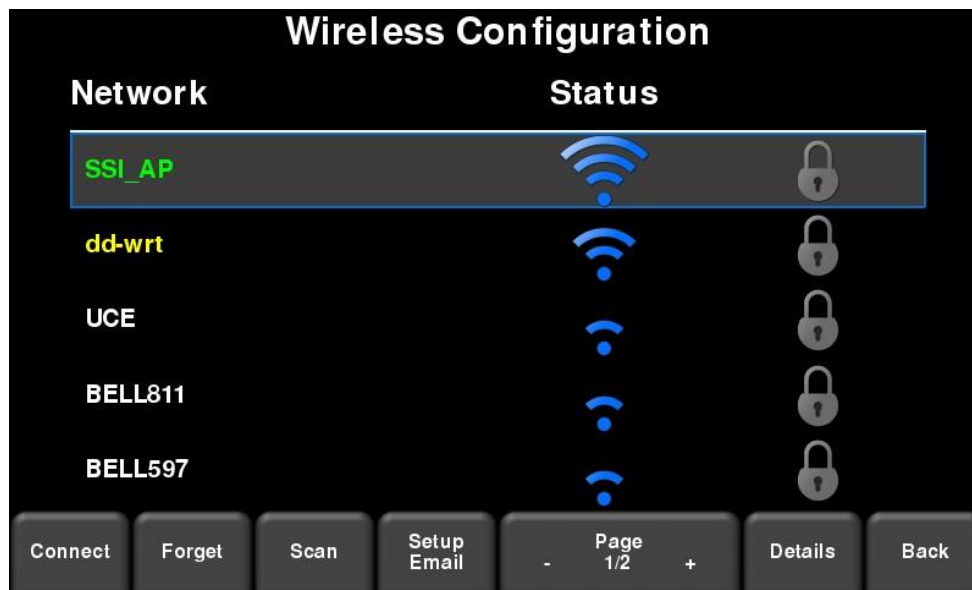

Fig. 5-8: 利用可能な無線ネットワークをリストアップする Wi-Fi メニュー
- 既に Wi-Fi ネットワークに接続されている場合、ネットワーク名が、Wi-Fi Network フィールドの横にリストアップされます。画面底部の **Wi-Fi Settings** ボタンを押すと、e-mail アドレスの設定と同様に、Wi-Fi 設定の接続及び構成のためのサブメニューの進みます (Fig. 5-8)。